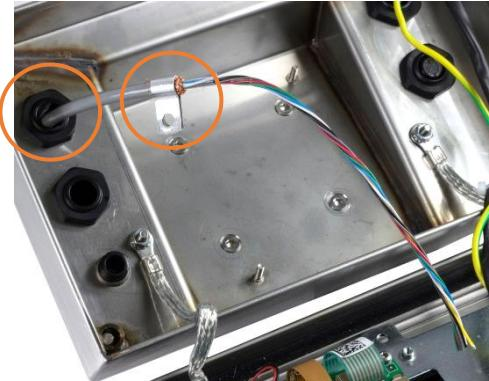

Figure 2-31 : Câble du capteur pénétrant dans l'enceinte de l'IND236 avec le serre-câble de mise à la masse sur le châssis
1. Le câble du capteur est dirigé dans l'enceinte à travers le presse-étoupe indiqué sur la Figure 2-31.
4. Positionnez le serre-câble de mise à la masse fourni en même temps que le terminal par-dessus le blindage exposé (reportez-vous à la Figure 2-31).